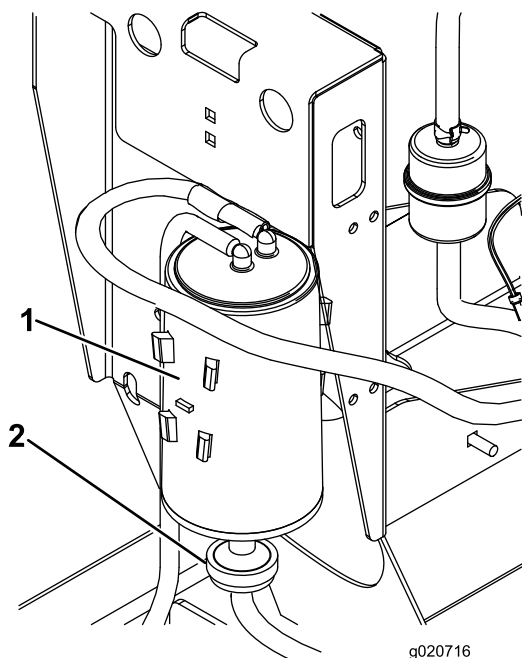

Bild 16
2. Schließen Sie den Schlauch vom Aktivkohlefilter ab (Bild 16).
3. Entfernen und werfen Sie den Aktivkohlefilter weg (Bild 16).